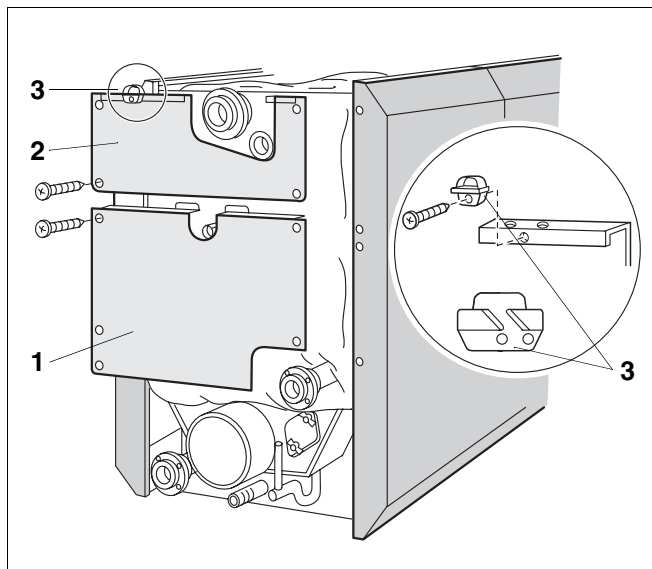
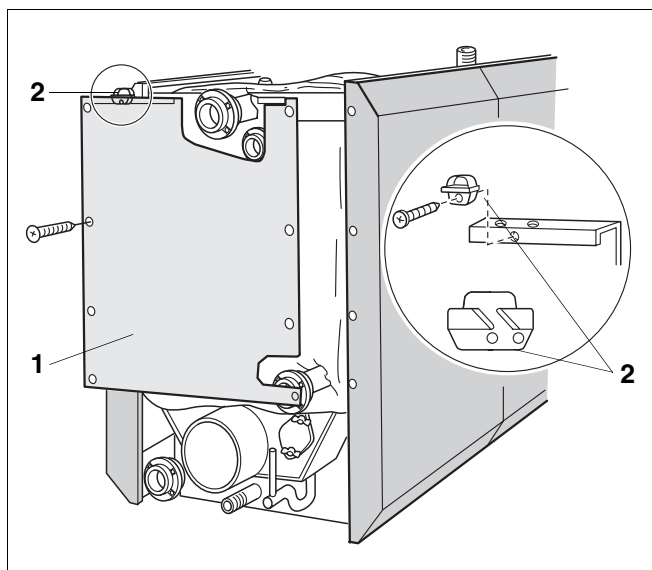

Fig. 11 Fastskrumning af bagvægsgens dele (kedelstørrelse 145 kW til 310 kW)
Fig. 12 Fastskrumning af bagvægsgdel (kedelstørrelse 400 kW til 640 kW)
Ved kedelstørrelse 145 kW til 310 kW består bagvæggen af 2 dele (fig. 11), ved kedelstørrelse 400 kW til 640 kW kun af én del (fig. 12).
- Skru den nederste bagvægsgdel på sidevægsafkantningen med 5 pladeskruer (kedelstørrelse 145 kW til 310 kW) (fig. 11).
- Isæt den øverste bagvægsgdel med Z-afkantningen bagved den nederste bagvægsgdel, læg den an mod sidevægsafkantningen, og skru dem sammen med 4 pladeskruer (fig. 11).
- Skru 1 eller 2 kabelholdere eller en kabelkanal på den øverste bagvægsgdel (fig. 11).
- Skru bagvæggen til sidevægsafkantningen med 4 pladeskruer hhv. til højre og venstre (kedelstørrelse 400 kW til 640 kW) (fig. 12).
- Skru 1 eller 2 kabelholdere eller en kabelkanal på den øverste afkantning (fig. 12).